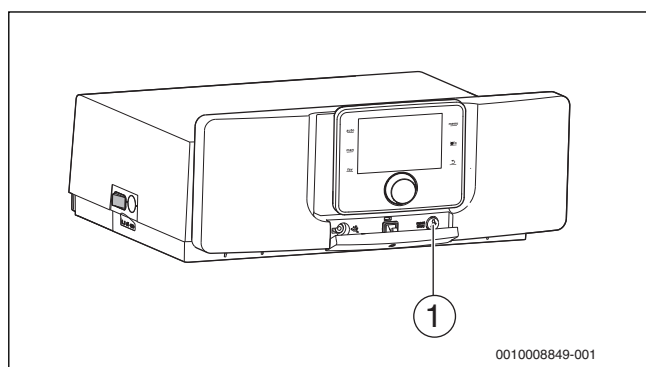

Fig. 20 Tecla reset, de funcionamiento en modo de emergencia y de deshollinador en la unidad de mando
Dado que el quemador se suministra de fábrica en estado de anomalía, deberá eliminar las perturbaciones del quemador antes de la primera puesta en marcha pulsando la tecla Reset (→ fig. 20, pág. 19). O pulsando la tecla Reset en el programador de combustión (tal y como se describe a continuación).
Dado que el quemador se suministra de fábrica en estado de anomalía, deberá eliminar las perturbaciones del quemador antes de la primera puesta en marcha pulsando la tecla Reset (→ fig. 20). O pulsando la tecla Reset en el programador de combustión (tal y como se describe a continuación).
- ▶ Para acceder a la función de test de gases de escape en la unidad de mando, pulse la tecla de deshollinador (→ fig. 20). En la pantalla aparecerá el símbolo . El quemador arrancará.